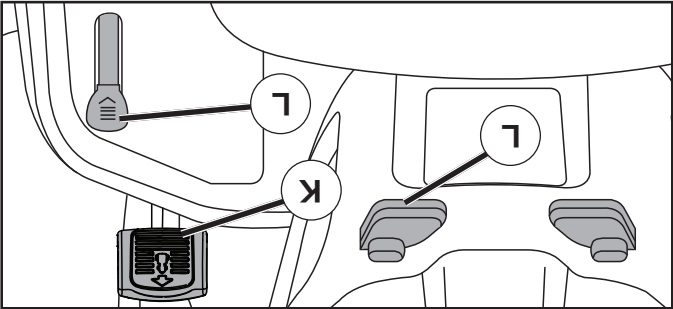

Fig. 7
UTILIZAR EL MANDO CRUCERO (J) (Vea Fig.7)
MOVERSE HACIA ADELANTE Y HACIA ATRÁS (Vea Fig. 7)